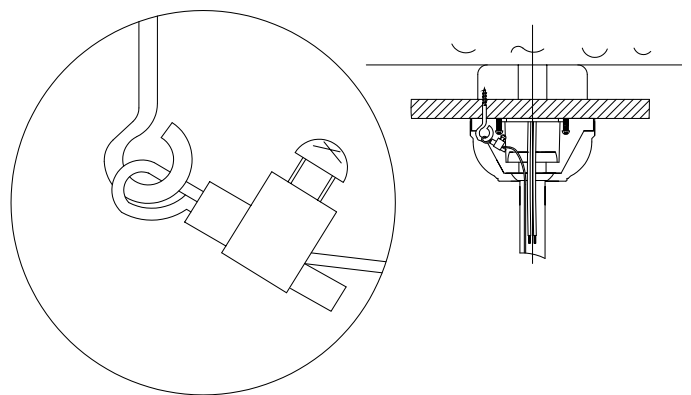

Fig. 6
**Étape 2.** Réglez la longueur du câble de sécurité pour lui permettre d'atteindre la vis et les rondelles en tirant l'excès de câble par le serre-câble, jusqu'à ce que la longueur totale soit correcte, remettez l'extrémité du câble dans le serre-câble en formant une boucle à l'extrémité du câble. Serrez bien le serre-câble. Placez maintenant la boucle à l'extrémité du câble de sécurité fermement par-dessus la vis à bois. (Fig. 6)